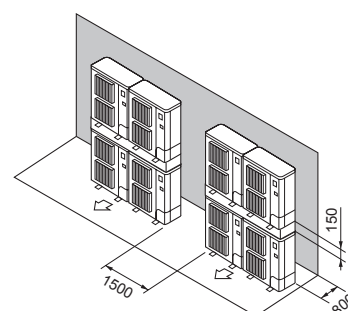

Fig. 2-19
- ⑦ Disposizione unità sovrapposte (Fig. 2-19)